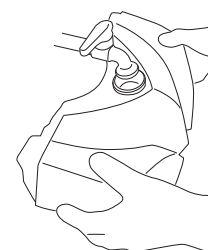

Fig.23
- Riempire il serbatoio (Fig.23).